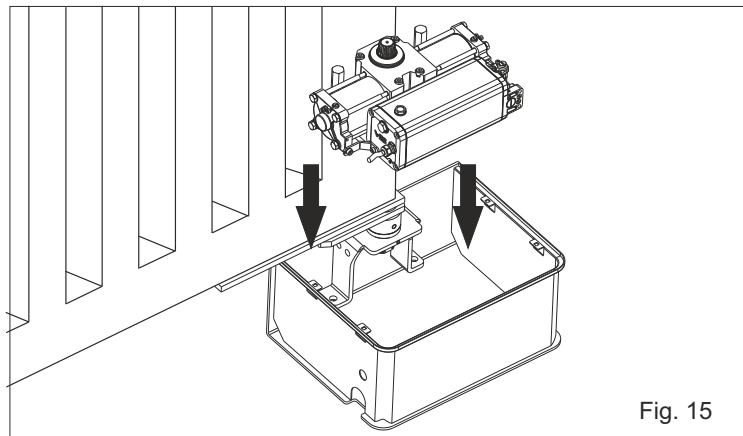
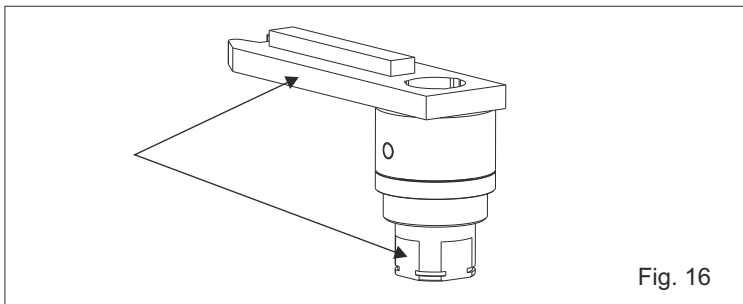
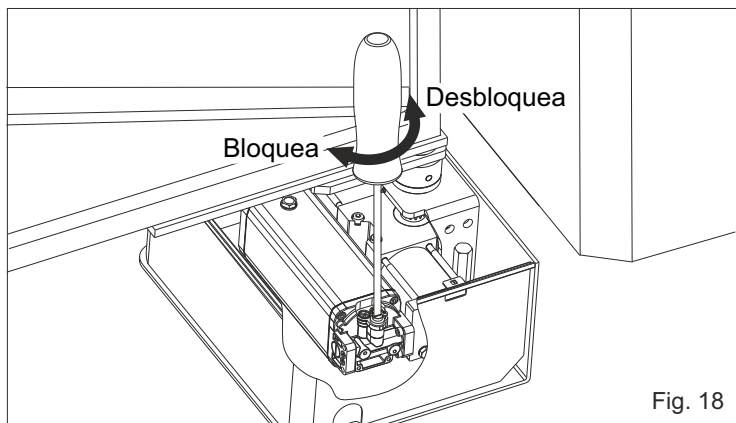

Fig. 15
Fig. 16
Fig. 18
4.1. introducir manualmente el operador en la caja portante (Fig. 15) y insertar el árbol acanalado del operador en el eje acanalado de la caja fijando el actuador con los tornillos especiales (Fig. 16). Para facilitar el inserimento ondear la hoja (Fig. 18)
-Insertar el destornillador en el tornillo de desbloqueo y girar de 180° aproximadamente en sentido anti-horario (Fig. 18).